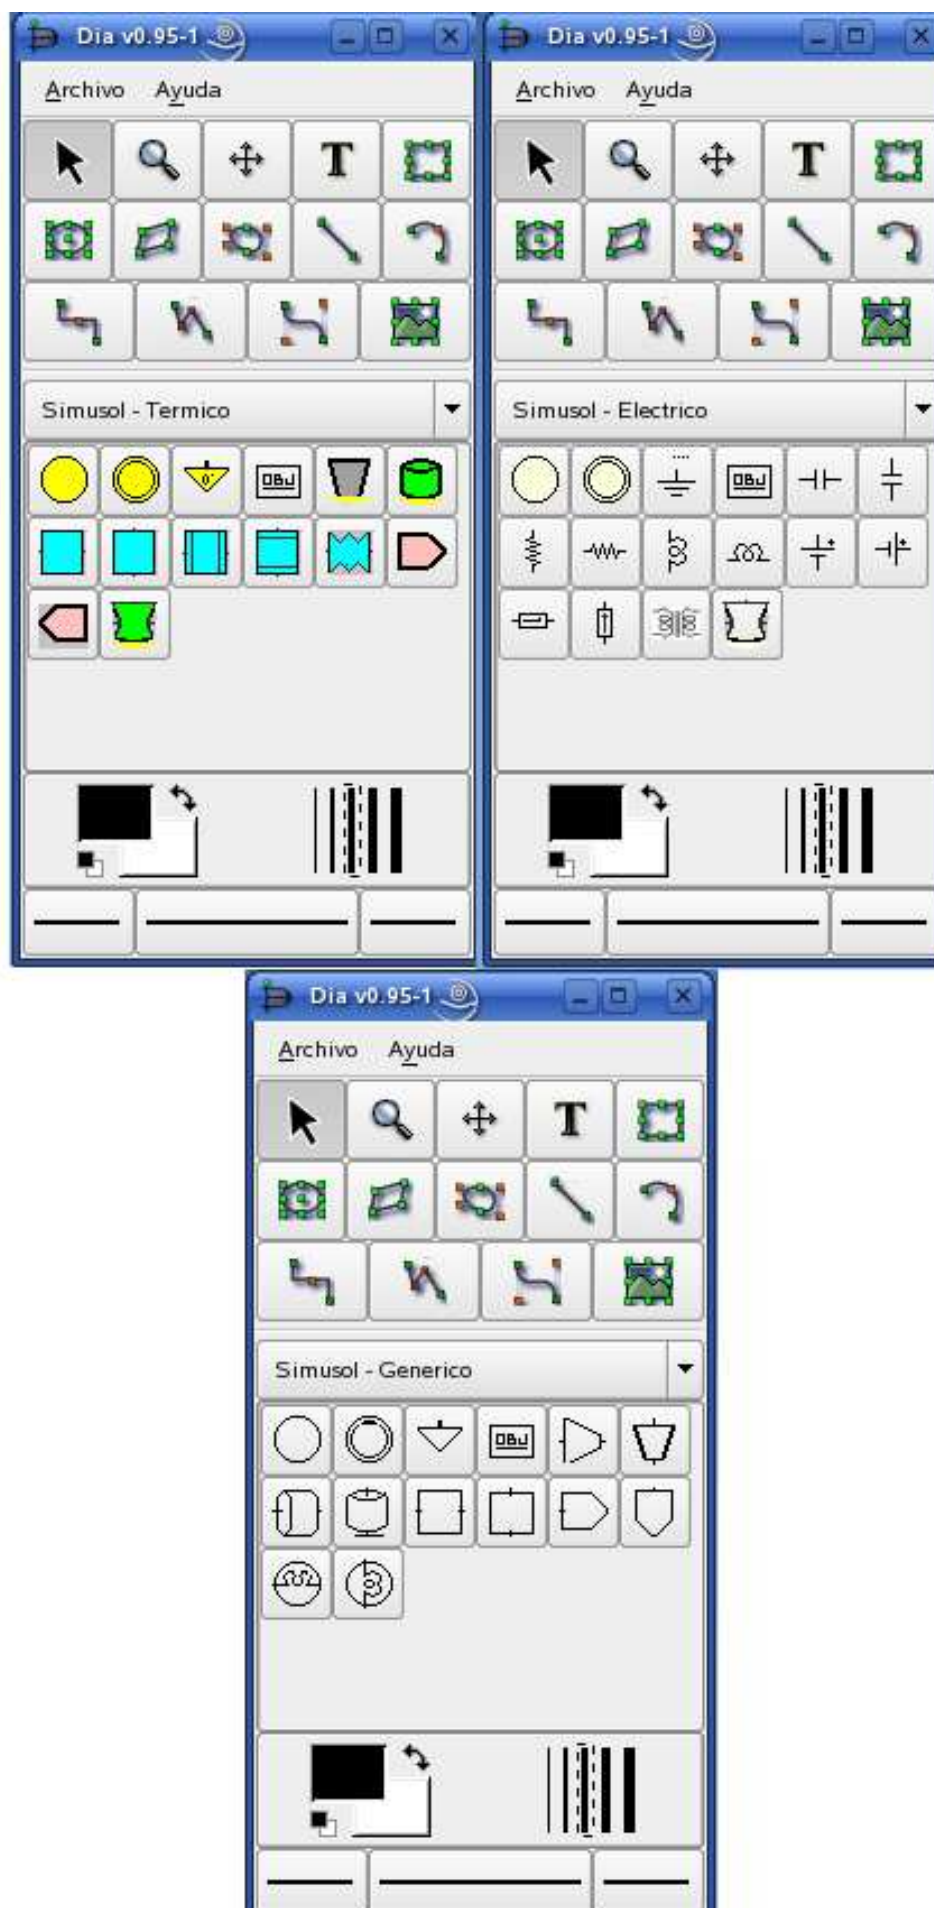

Figura 2.1: Instancias del menú principal de Dia, con las hojas “Simusol - Termico”, “Simusol - Electrico”, “Simusol - Generico”
- El menú de texto central, (en el primero mostrado en la figura 2.1 dice Simusol - Termico). Luego de “clicquear”... se despliegan los nombres de todas las hojas o menús gráficos para que se pueda seleccionar alguna.